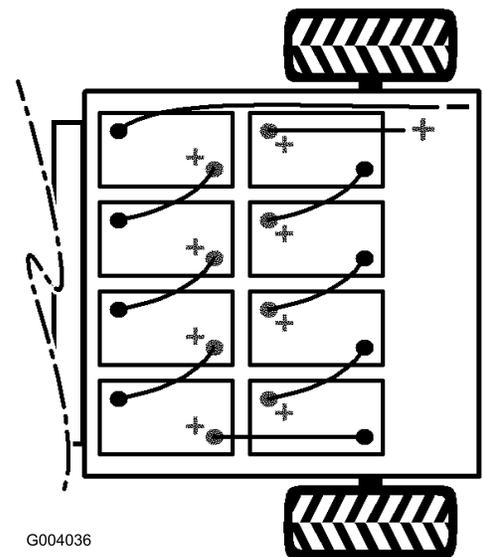

図 37
2. バッテリーと車体を接続している長いマイナス・ケーブル (黒) をバッテリー端子から外す (図 37)。
3. バッテリーと車体を接続している長いプラス・ケーブル (赤) をバッテリー端子から外す (図 37)。
- 注** バッテリーを新しく積み込む場合には、極性に十分注意してください (図 37)。
9. 図 37 に示すように、先ほど外したバッテリー・ケーブルで、バッテリーを相互に接続する。
10. プラスのメイン・ケーブル (赤) でバッテリーを車両に接続する (図 37)。
11. マイナスのメイン・ケーブル (黒) でバッテリーを車両に接続する (図 37)。